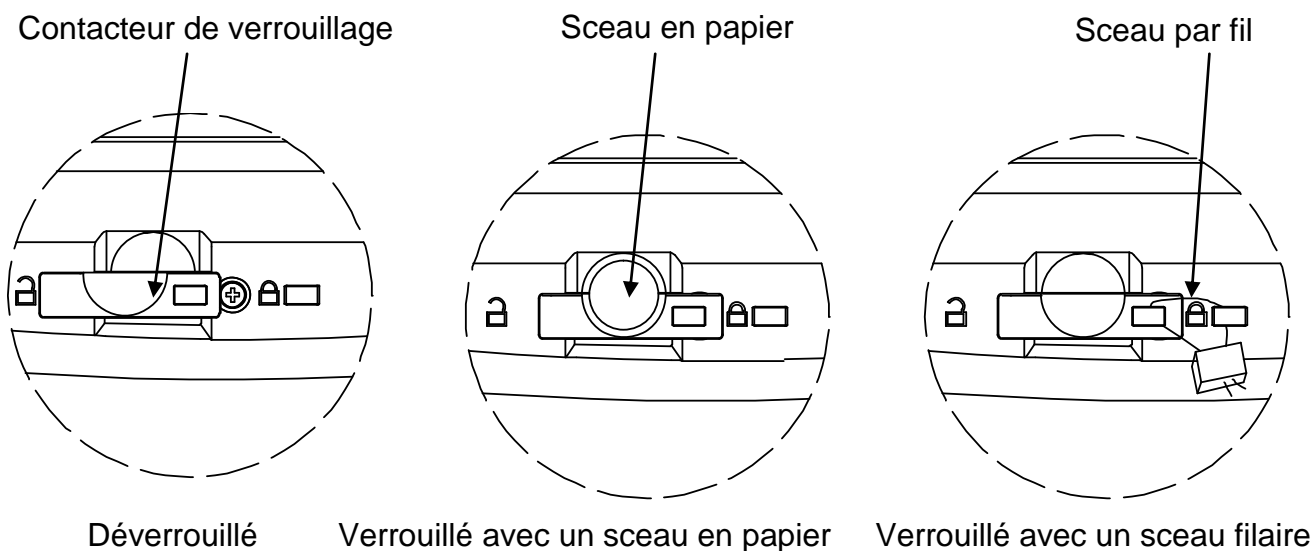

Figure 5-1. Apposition d'un sceau
3. Régler le contacteur sur Verrouillé. Se reporter à la Figure 5-1.